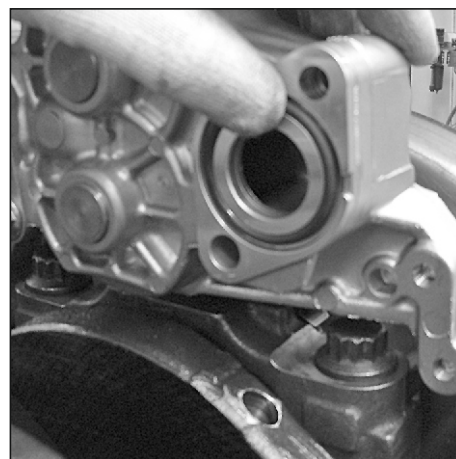

Рис. 106. Установка кольца резинового в насос масляный.
3. Установить кольцо резиновое в насос масляный (см. **Рис. 106**).